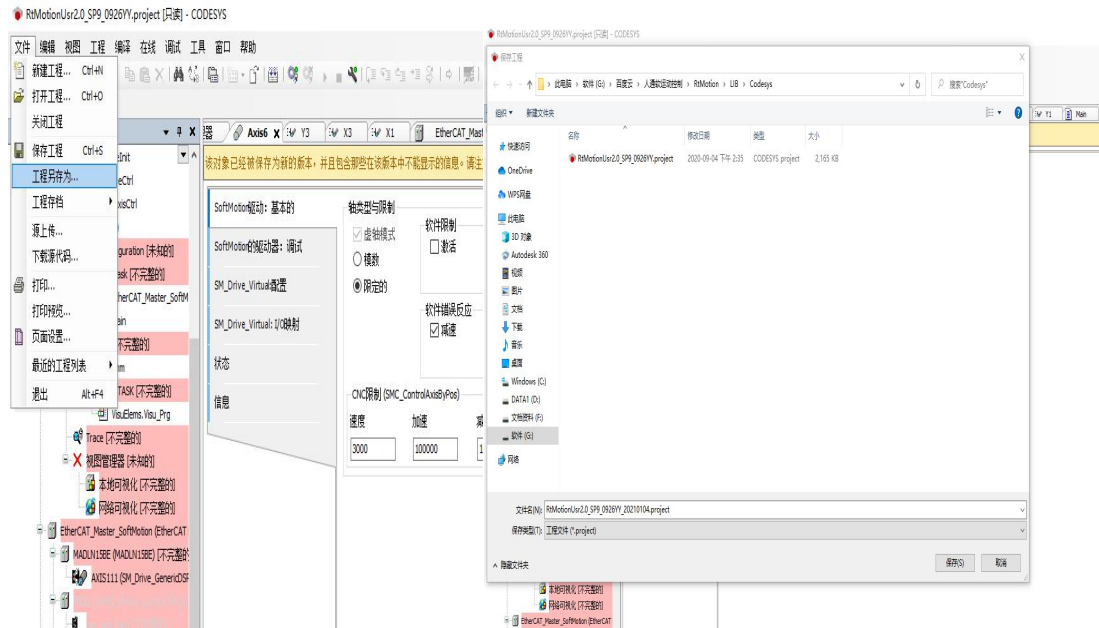

图 2-6-5 CodeSys 工程文件 2
4、打开的文件如图 2-6-4 所示, 出现这种情况是因为用更高的版本打开过, 只要将文件“另存为”一次就可以, 如图 2-6-5 所示;